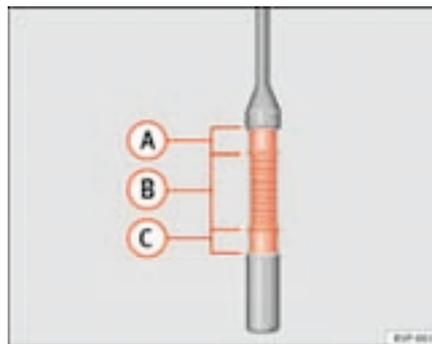

Fig. 125 Varilla de medición del nivel de aceite.
- Vuelva a extraer la varilla de medición y compruebe el nivel de aceite que indica el extremo inferior de la varilla de medición ⇒ fig. 125.
Si el nivel se encuentra en la zona ⇒ fig. 125 **(A)**, no se debe añadir aceite.